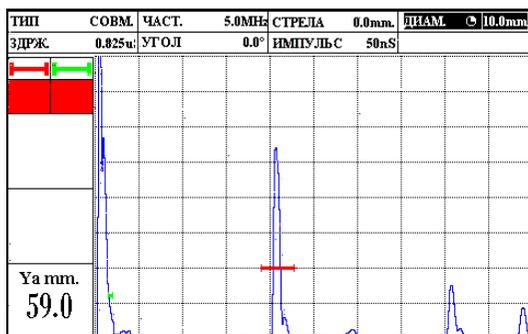

Рисунок 2.13 – Установка диаметра пьезопластины
6. Диаметр пьезопластины «ДИАМ.» (рис. 2.13), для прямоугольных пьезопластин необходимо указать диаметр, соответствующий площади пьезопластины:  $d = 2\sqrt{\frac{S}{\pi}}$ . Этот параметр необходим для построения АРД диаграмм (см. п. 2.4.10).